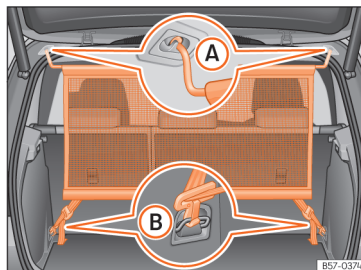

Abb. 127 Trennnetz eingebaut.
- Netztrennwand in der linken Aufnahme am Dach einhängen » Abb. 127 A. Darauf achten, dass die Querstange über die obere Position hinaus nach unten gezogen wird.
- Netztrennwand in der rechten Aufnahme am Dach durch Zusammendrücken der Querstange einhängen » Abb. 127 A.
- Beide Halteheken der Netztrennwand in die vorderen Verzurrösen im Gepäckraum » Abb. 127 B einhängen und die Gurte fest spannen.